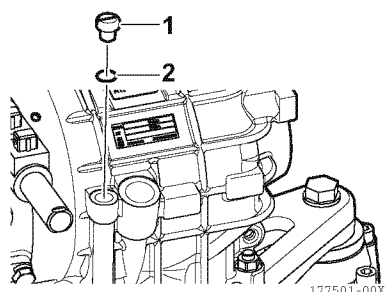

Abbildung 25
16. Den Stopfen (1, **Abbildung 25**) mit dem neuen O-Ring (2, **Abbildung 25**) einsetzen. Den Stopfen (1, **Abbildung 25**) mit einem geeigneten Drehmomentschlüssel mit einem Drehmoment von 10 Nm festziehen.